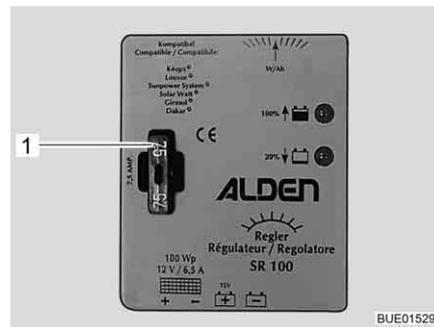

Fig. 117 Fusible del regulador de carga solar 100 W
- Cambiar el fusible plano 5 A/marrón claro (Fig. 117,1).